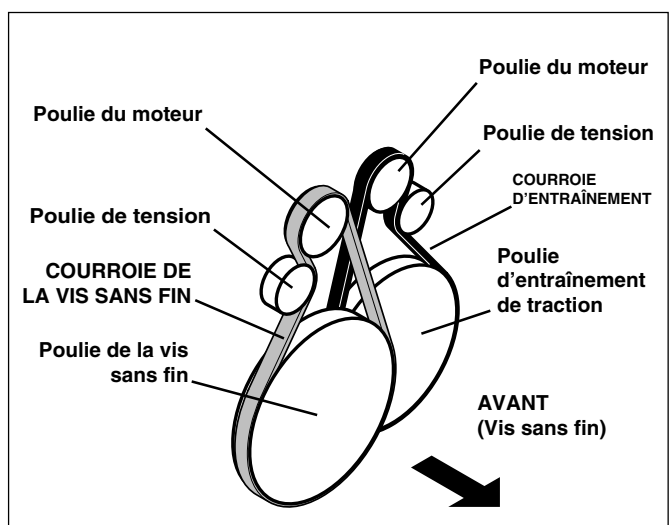

Figure 21. Passages des courroies d'entraînement
Le chasse-neige est équipé de deux courroies d'entraînement situées juste à l'avant du moteur sous le carter de protection des courroies. La Figure 21 montre les deux courroies avec leur poulie de tension. La courroie la plus proche du moteur est la courroie d'entraînement de la traction de la machine (les roues). La courroie la plus éloignée du moteur est la courroie d'entraînement de la vis sans fin/propulseur.
3. Tirer le bras de la poulie de tension de l'entraînement de la traction (Voir Figure 21) en l'écartant de la courroie pour relâcher la tension et glisser la courroie hors de la poulie du moteur.